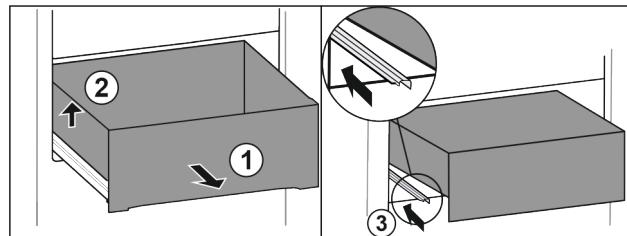

Fig. 88
- Изтеглете чекмеджето докрай. Fig. 88 (1)
- Повдигнете чекмеджето отляво. Fig. 88 (2)
- Вкарайте лявата релса. Fig. 88 (3)